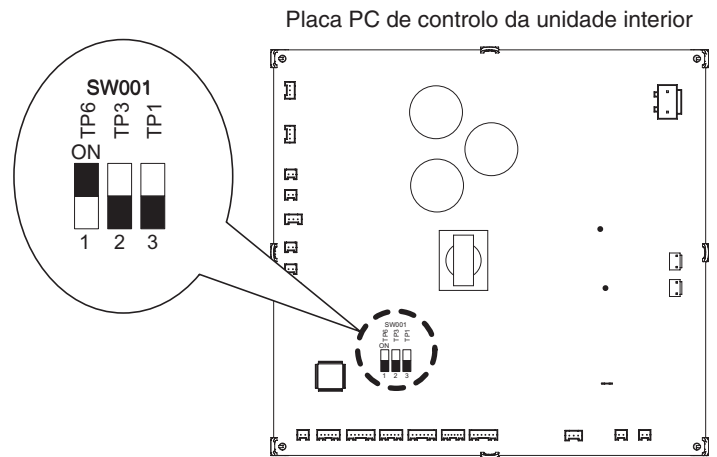

Fig. 8-1
2. Abra a tampa da caixa de componentes eléctricos e confirme a localização em que o interruptor de selecção do PCB de controlo de unidade interior está localizado. (Fig. 8-1)